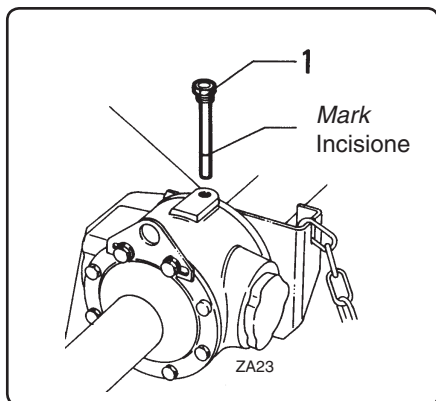

fig. 7.4.3
- Check the level of the lubricant in the gearbox through the inspection plug (fig. 7.4.3 pos. 1) and top up to the mark on the rod if necessary. Consult paragraph 7.6 for the lubricant specifications.
- Controllare il livello del lubrificante contenuto nella scatola ingranaggi dal tappo ispezione (fig. 7.4.3 pos. 1) ed eventualmente ripristinarlo fino all'incisione presente sull'asta. Per le caratteristiche dei lubrificanti vedere par. 7.6.